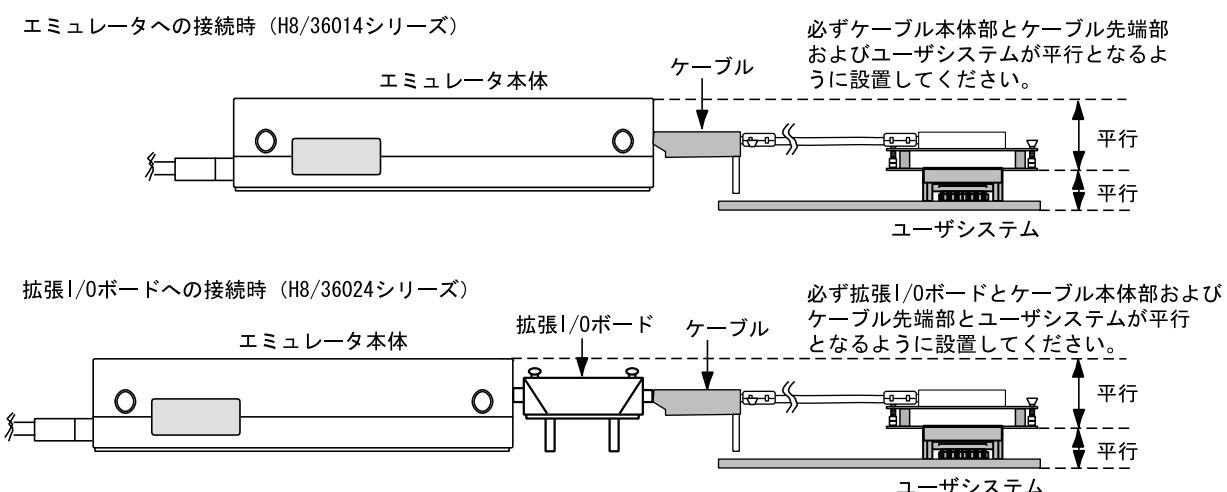

図1-1 設置例
- (1) ユーザシステムへの接続時には1ピン位置に十分注意して、誤接続は絶対にしないでください。
- (2) 本ユーザシステムインターフェースケーブルを使用する場合の推奨マウントパッド寸法は、MCU実装用マウントパッド寸法とは異なりますので注意してください。
- (3) 本ユーザシステムインターフェースケーブルは、HS3664EPI61Hエミュレータ専用ですので、他のエミュレータ本体には使用しないでください。
- (4) ケーブル本体部が断線する可能性がありますので、本ユーザシステムインターフェースケーブルの上に重いものや金属等の角の尖ったものを置かないでください。
- (5) ユーザシステムに接続した状態では、ユーザシステムインターフェースケーブル、特にケーブル先端部に無理な力が加わらないように注意する必要があります。図1-1の設置例を参照してご使用ください。